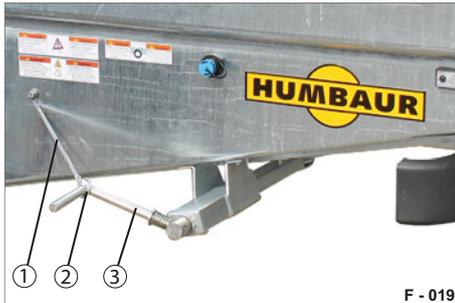
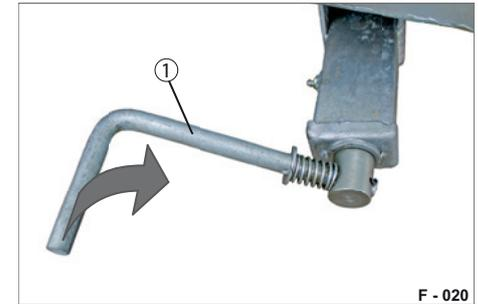

Abb. 44 Spindel-Feststellbremse in Fahrstellung gesichert
Abb. 45 Spindel-Feststellbremse anziehen
► Lösen Sie den Haken (Abb. 44/2) von der Kurbel (Abb. 45/1).
► Drehen Sie die Kurbel (Abb. 45/1) im Uhrzeigersinn, bis die Bremse angezogen ist.